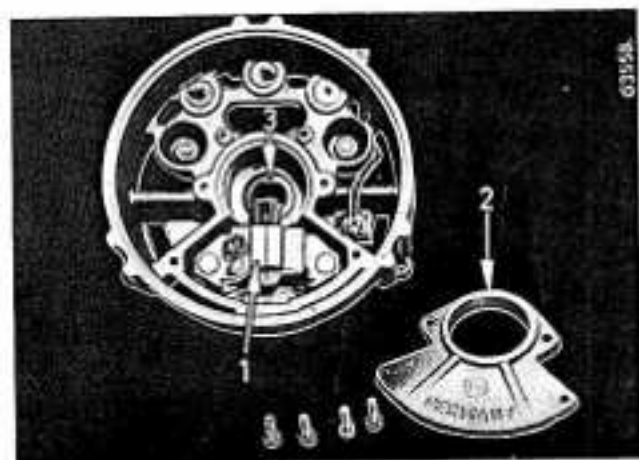

Bild 227
Deckel (2) Bild 227 und Muttern von den Anschlüssen DF und D- abschrauben; danach Halter (1) abnehmen. Beim Abnehmen auf Sitz und Anzahl der Anschluß- und Isolierteile achten.